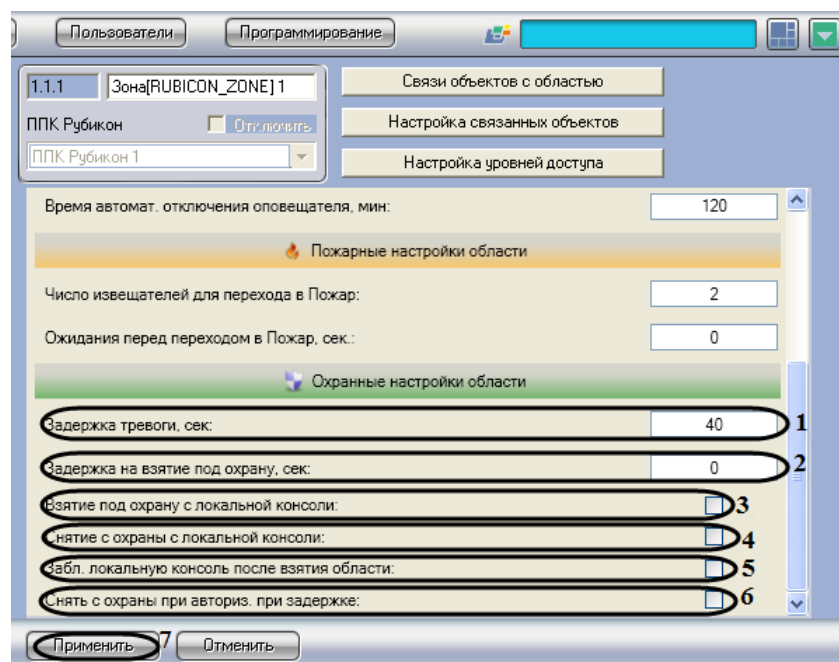

Рис. 3.7—4 Охранные настройки области
1. Перейти на панель настроек объекта **Зона** (Рис. 3.7—4).
2. В поле **Задержка тревоги, сек:** необходимо ввести время в секундах, требуемое на снятие зоны с охраны при срабатывании тревоги (см. Рис. 3.7—4, 1).
3. В поле **Задержка на взятие под охрану, сек:** необходимо ввести время задержки в секундах, по истечении которого зона будет взята под охрану (см. Рис. 3.7—4, 2).
4. Установить флажок **Взятие под охрану с локальной консоли:**, если необходимо в дежурном режиме взять зону под охрану (см. Рис. 3.7—4, 3).